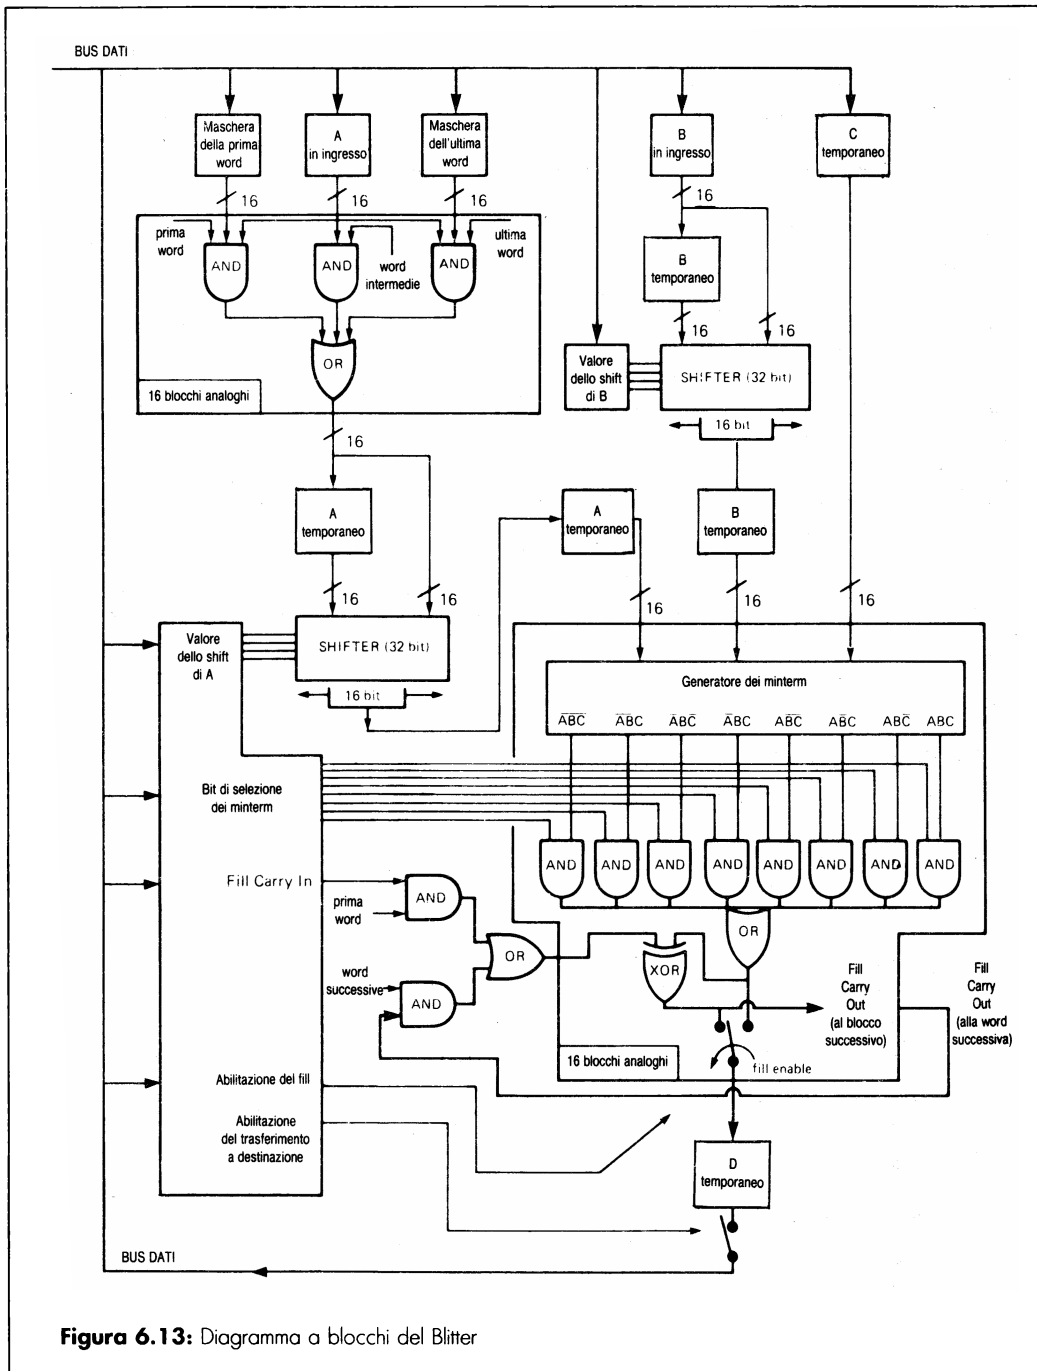

Figura 6.13: Diagramma a blocchi del Blitter
- La Figura 6.13 mostra i blocchi logici in cui viene divisa una singola operazione su 16 bit del Blitter.
- Non è invece presente in questo diagramma la logica per la rilevazione dell'azzeramento, che controlla ogni bit generato per la destinazione. Se viene generato anche un solo bit a 1, il bit di rilevazione dello zero viene impostato a FALSE (0).